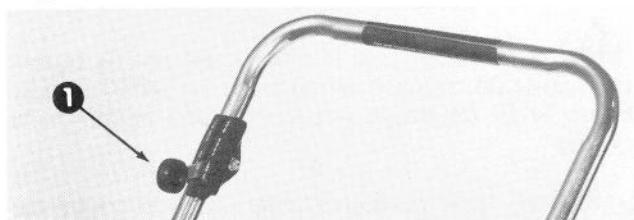

Figure 13
2. Placez la commande de traction en position DÉBRAYÉE (tondeuse automotrice) et avancez la commande des gaz à la position START (Fig. 13).